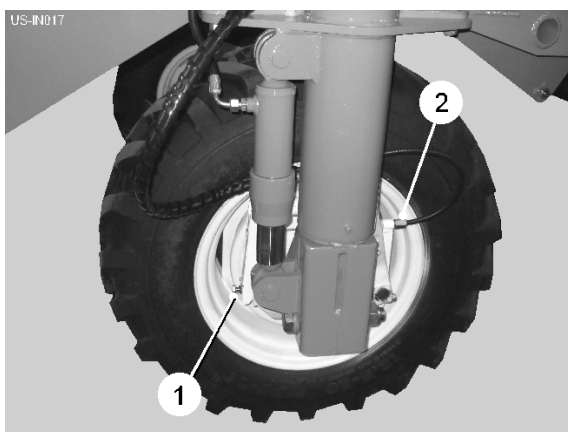
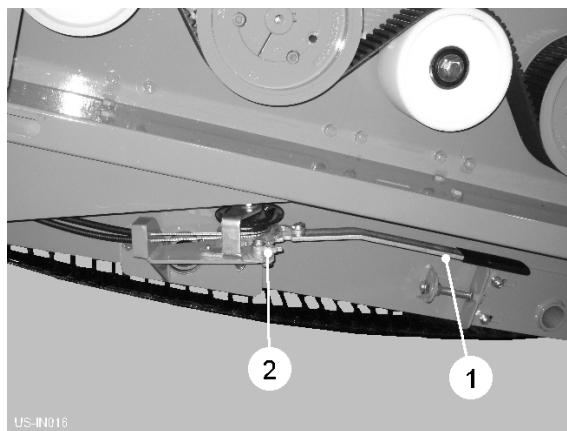

Fig 10
Fig 11
Forbind den hydrauliske bremseslange til traktorens 'bremseserviceafgang'. Maskinens bremses fungerer, når traktorens bremses aktiveres. Slid på bremsesko kan optages ved at justere stilleskruerne (item 1, fig 10). For at aktivere håndbremsen skal du trække armen (item 1, fig 11) ind og ud mod skralde, indtil bremsekablerne er strammet helt. For at frigøre håndbremsen skal du trække håndtaget helt ud for at frigøre skraldemekanismen (item 2, fig 11). Til sidst skubbes armen tilbage under maskinen til transport. Håndbremsekabellængden indstilles på kabeljusteringerne (item 2, fig 10).